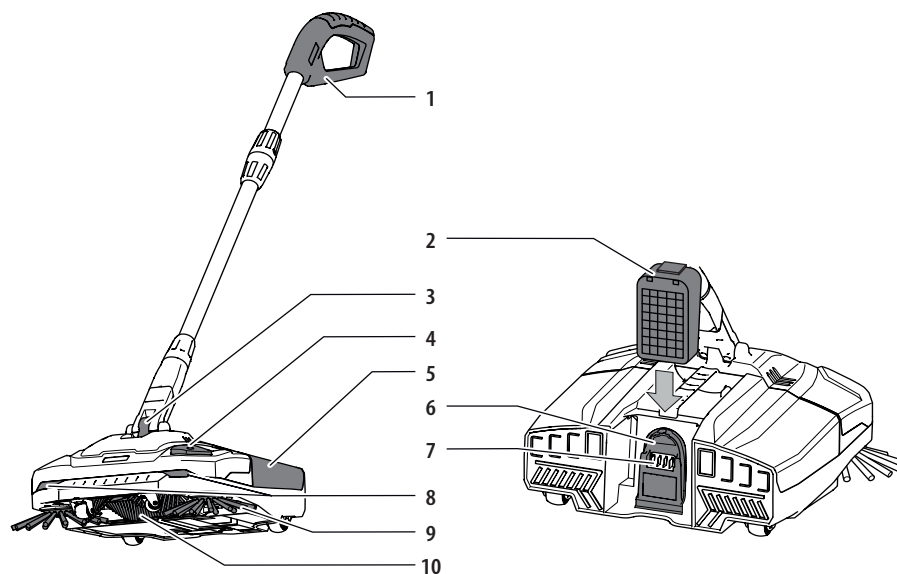

Fig. 1: Spazzatrice a batteria in posizione di lavoro
- In posizione di lavoro l'impugnatura è mobile liberamente (vedere Fig. 1).
- Spingere la batteria ricaricabile sull'attacco batteria dell'elettrotroutensile fino a sentire uno "scatto" (vedere Fig. 1).